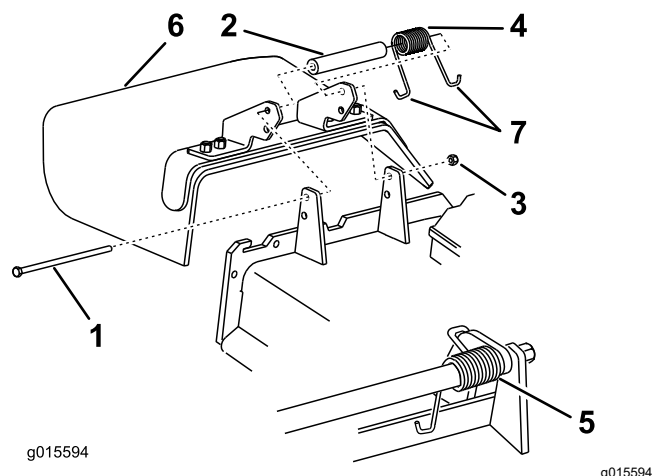

Bild 87
1. Entfernen Sie die Sicherungsmutter, Schraube, Feder und das Distanzstück, mit denen das Ablenkblech an den Schwenkhalterungen befestigt ist (Bild 87).
2. Entfernen Sie defekte oder abgenutzte Ablenkbleche (Bild 87).
Hinweis: Achten Sie darauf, dass ein J-förmiges Federende hinter der Mähwerkkante befestigt ist, bevor Sie die Schraube einsetzen, wie in Bild 87 abgebildet.
6. Führen Sie das J-förmige Hakenende der Feder um das Ablenkblech (Bild 87).